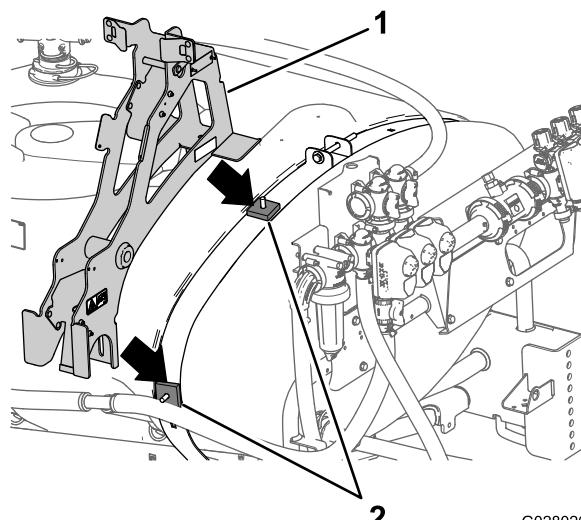

Рисунок 3
6. Установите основную опорную раму на квадратные разделители и каретные болты, как показано на Рисунок 3.
- Установите два квадратных разделителя на ранее установленные каретные болты (Рисунок 3).